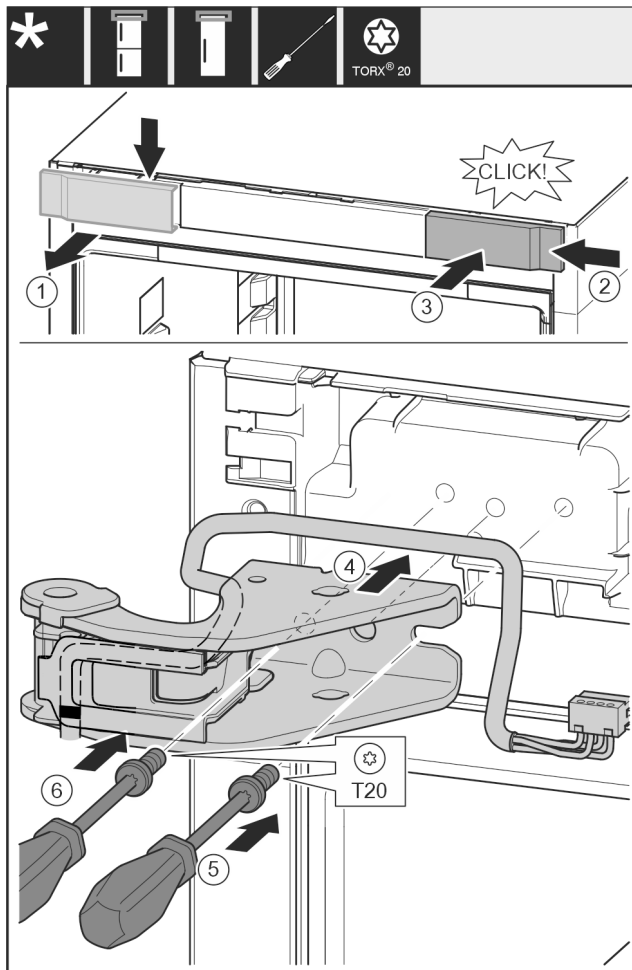

Fig. 32
- ▶ Vegye ki felülről az alsó fedelet előrefelé. Fig. 32 (1)
- ▶ Akassza be a fedelet 180°-kal elfordítva a másik oldalra jobbról. Fig. 32 (2)
- ▶ Pattintsa be a fedelet. Fig. 32 (3)
- ▶ Helyezze fel a felső csapágybakot. Fig. 32 (4)
- ▶ Helyezze fel és húzza meg a csavart a T20 csavarhúzóval. Fig. 32 (5)
- ▶ Helyezze be és húzza meg a csavart a T20 csavarhúzóval. Fig. 32 (6)